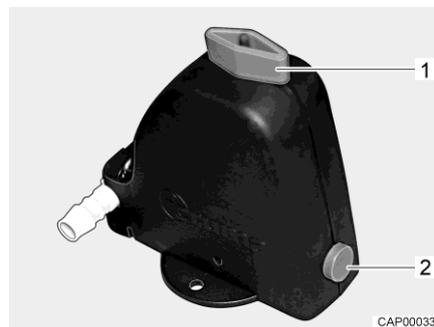
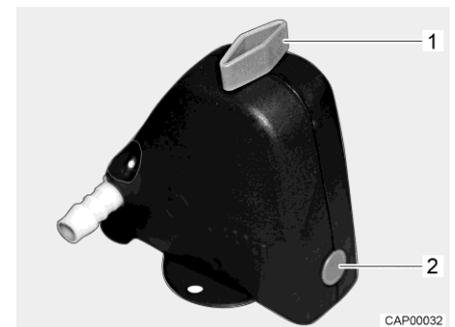

Fig. 96 Valvola di sicurezza/di scarico aperta
Fig. 97 Valvola di sicurezza/di scarico chiusa
- Chiudere la valvola di sicurezza/di scarico. A tal fine ruotare la manopola (Fig. 96,1) trasversalmente rispetto alla valvola di sicurezza/di scarico e premere verso l'interno il bottone automatico (Fig. 96,2). La valvola di sicurezza/di scarico chiusa è rappresentata in Fig. 97. Con temperature inferiori a 6 °C non è possibile chiudere la valvola di sicurezza/di scarico.